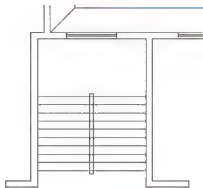

图 2.117 绘制出矩形
② 在指定另一个角点或 [面积 (A)/ 尺寸 (D)/ 旋转 (R)]: 提示下, 输入矩形右上角点相对于左下角点的坐标, 即“@160, 2920” (2920=2700+2×110) 后, 按 Enter 键结束命令。这里的“160”是梯井的宽度, 结果如图 2.117 所示。